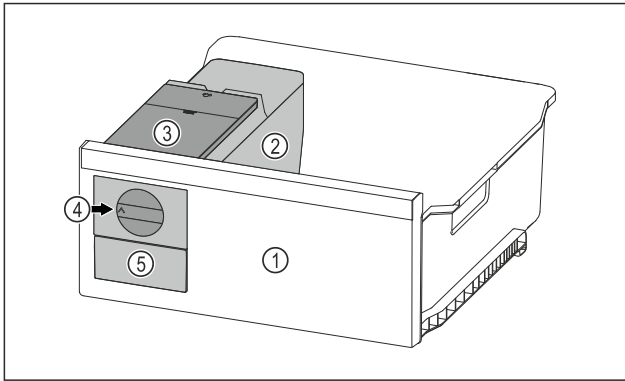

Fig. 52 Beispielhafte Darstellung
- Drehknopf Fig. 52 (4) im Uhrzeigersinn bis zum Anschlag drehen.
- ▷ Eiskubel fallen aus der Eiskubelschale in das Eiskubelschubfach Fig. 52 (5).